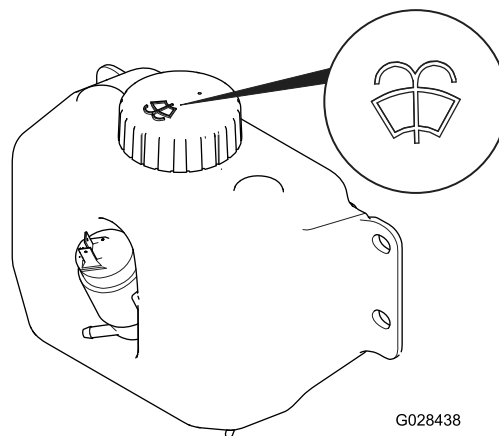

Figura 53
2. Abra el capó y localice el depósito del líquido del parabrisas (Figura 53).